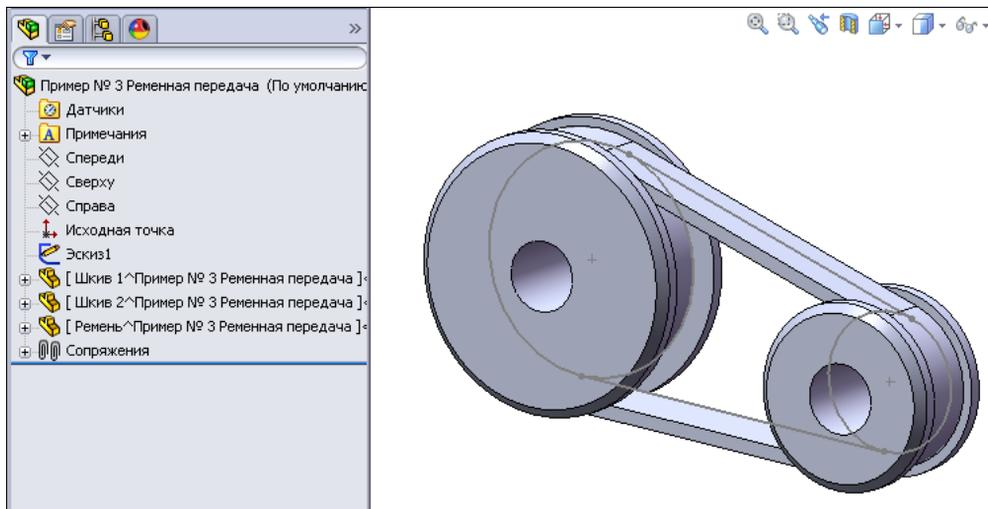

Рис. 6.80
18. Закончим вытягивание ремня и выйдем из режима редактирования детали. Мы создали не только сборку, но и составляющие ее детали Шкив 1, Шкив 2 и Ремень (рис. 6.80).